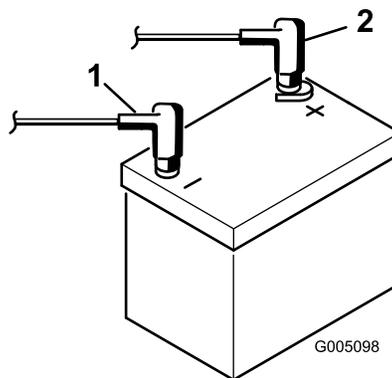

図 7
9. 赤いプラスケーブルをバッテリーのプラス端子に、黒いマイナスケーブルはバッテリーのマイナス端子にはめ、ボルトとナットで固定する図 7。ショート防止のために端子にゴムキャップをかぶせる。